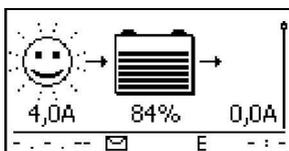
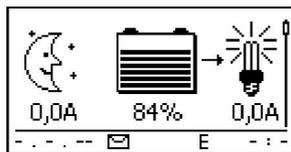

Fig. 13 Display después de conectar el módulo solar cuando hace sol (posiblemente retardado)
Fig. 14 Display después de conectar el módulo solar cuando no hace sol
3. ➔ Retirar la cubierta del módulo solar y, en caso de que haya uno montado, conectar el interruptor seccionador de CC. En el display aparecerá Fig. 13 o Fig. 14.
4. ➔ Si no se visualiza Fig. 13/Fig. 14, comprobar la instalación y eliminar el error a base del apartado 15.